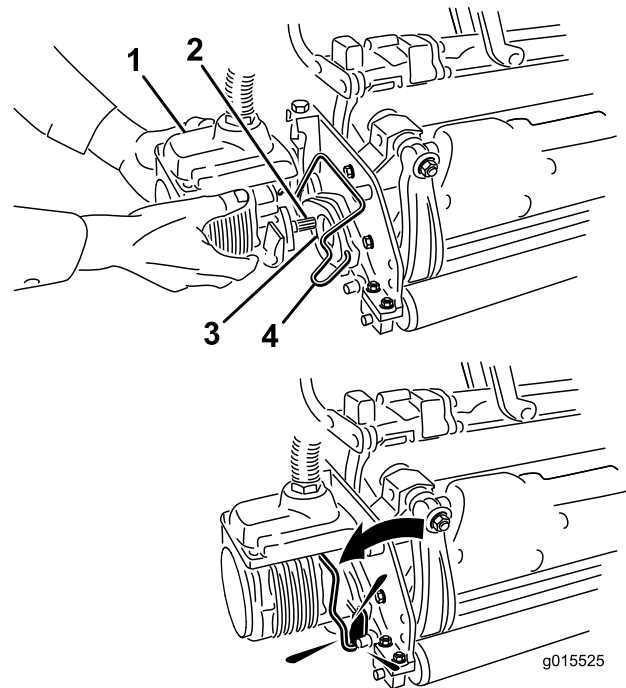

Figura 15
11. Cubra el eje acanalado del motor de la unidad de corte con grasa limpia (Figura 15).
12. Introduzca el motor en el lado izquierdo de la unidad de corte (visto desde el puesto del operador) y tire de la barra de retención del motor (en la unidad de corte) hacia el motor hasta que oiga un “clic” en ambos lados del motor (Figura 15).